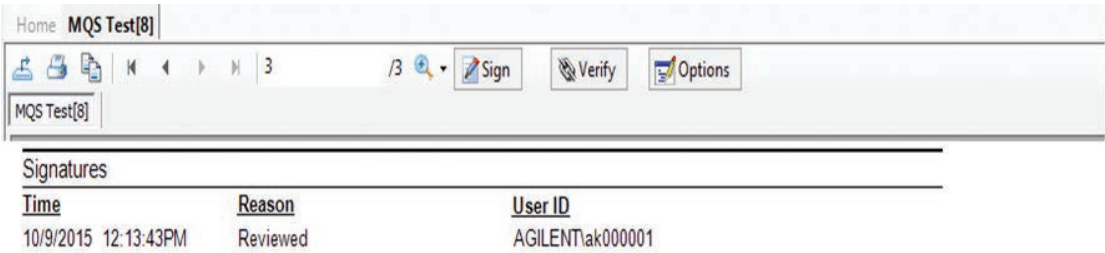

图 9. 电子签名示意图
- 签名形式：**签署的电子记录包含的签名相关信息，即能明确指明下列内容：实施签名时签名者的姓名印刷体、签名日期和时间，以及与签名相关的含义（如审查、批准、责任或作者身份）（图 9）